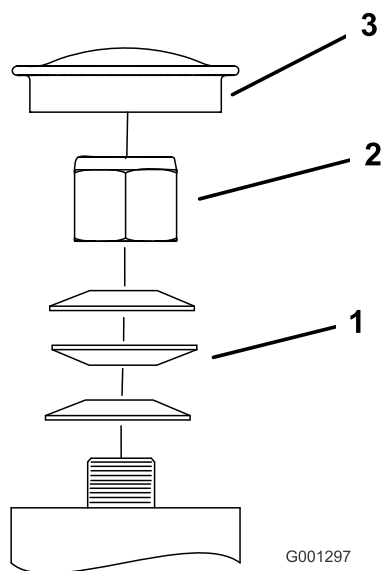

Figura 55
3. Togliete lo scodellino antipolvere dalla ruota orientabile e serrate il dado di bloccaggio (Figura 55).
4. Serrate il dado di bloccaggio finché le rondelle elastiche non sono piatte, quindi allentate di un quarto di giro per mettere a punto il precarico sui cuscinetti (Figura 55).
Importante: Verificate che le rondelle elastiche siano correttamente montate, come riportato nella Figura 55.
5. Montate gli scodellini parapolvere (Figura 55).